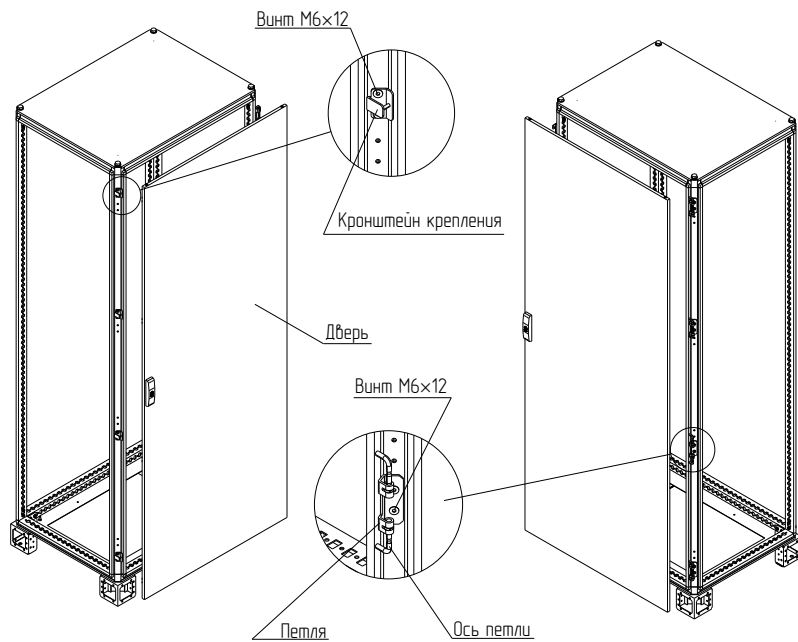

Рисунок 27
4.9.3 Закрепить петли на каркасе на левой или правой стойке. На рисунке для примера изображено правое крепление петель (рисунок 27). Для крепления использовать винты самонарезающие M6×12. Момент затяжки – 7 Н·м.